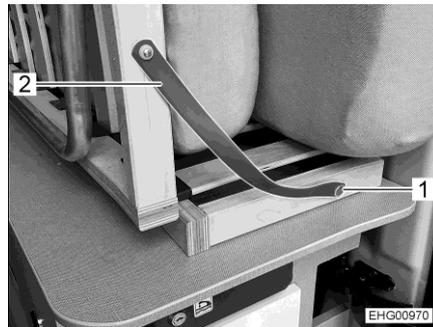

Fig. 70 Bande de retenue sur le sommier droit
- Détacher le bouton pression (Fig. 70,1) de la bande de retenue (Fig. 70,2) de la partie rigide du sommier droit.
- Bloquer de plus la partie mobile du sommier avec une bande de retenue (Fig. 70,2). Fixer pour ce faire le bouton pression (Fig. 70,1) de la bande de retenue sur la partie rigide du sommier droit.